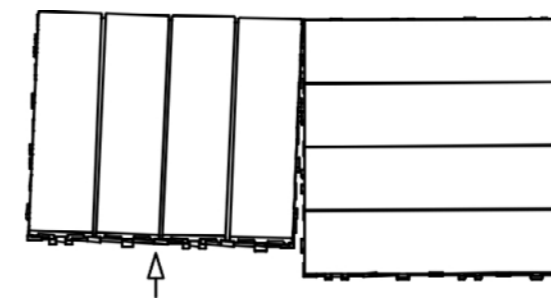

Bild 9
- ② Lyft plattan uppåt samtidigt som du trycker ner den intilliggande plattan med den andra handen, så som visas på bild 9.